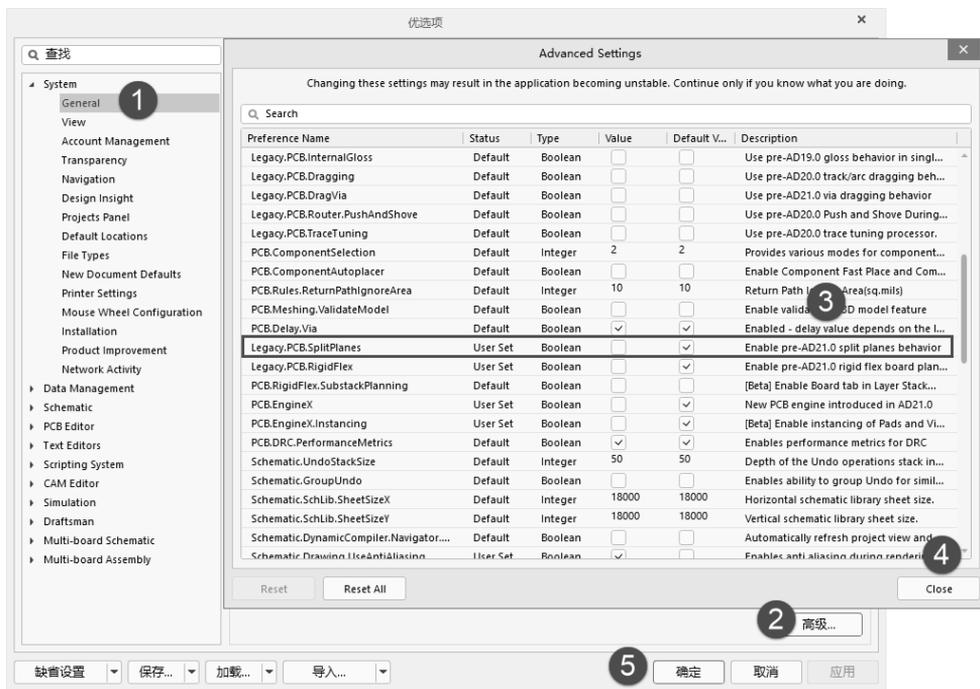

图 3-17 Advanced Settings 对话框
(1) 要使用平面多边形功能, 需要启用优选项 Advanced Settings 对话框中的 Legacy.PCB.SplitPlanes 选项, 如图 3-17 所示。